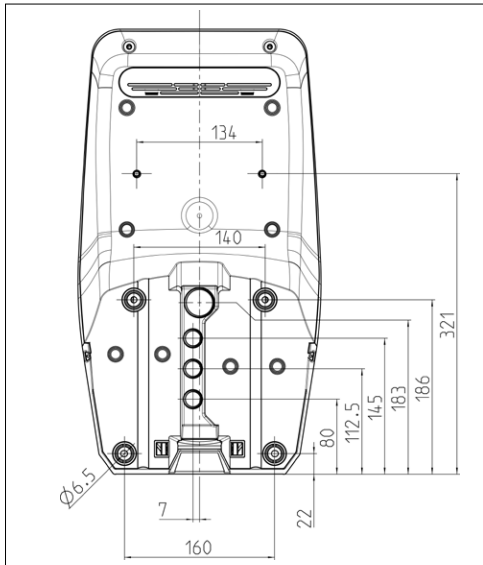

Fig. 10: Dimensioni dei fori [mm]
In caso di posa sotto traccia, la posizione della linea di alimentazione deve essere fornita utilizzando la dima di foratura in dotazione o la figura "Fig. 10: Dimensioni dei fori [mm]".
- ▶ Tracciare i fori di fissaggio in base alla dima di foratura fornita in dotazione o alla figura "Fig. 10: Dimensioni dei fori [mm]".